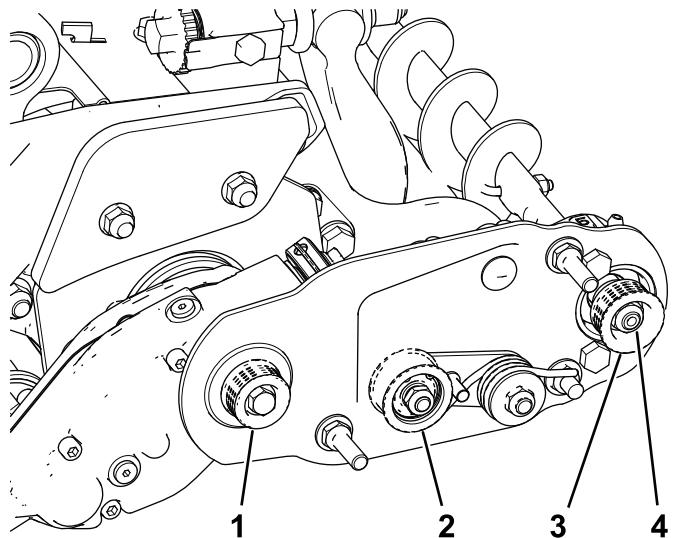
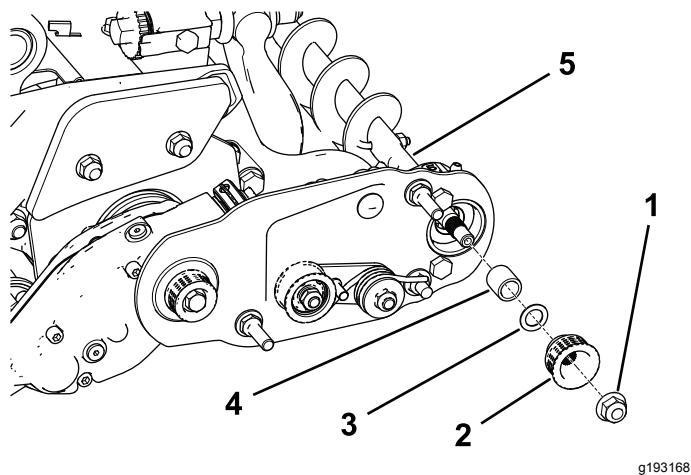

Bild 22
Bild 23
1. Die Antriebsriemenscheibe (an der Rollenbürstenwelle) kann nach innen und außen bewegt werden (Bild 22).
2. Drehen Sie die Spindel, die die Antriebsscheibe dreht, und drücken Sie gleichzeitig den Riemen von der Antriebsscheibe (Bild 22).
3. Entfernen Sie die Sicherungsmutter, mit der die Antriebsriemenscheibe an der Bürstenwelle befestigt ist (Bild 22 oder Bild 23).
4. Nehmen Sie die Antriebsriemenscheibe von der Welle (Bild 23).
5. Wenn die Scheibe nach außen bewegt werden muss, legen Sie eine 0,8 mm dicke Scheibe auf (Bild 23).
6. Setzen Sie die Riemscheibe ein, wie in Bild 23 abgebildet.